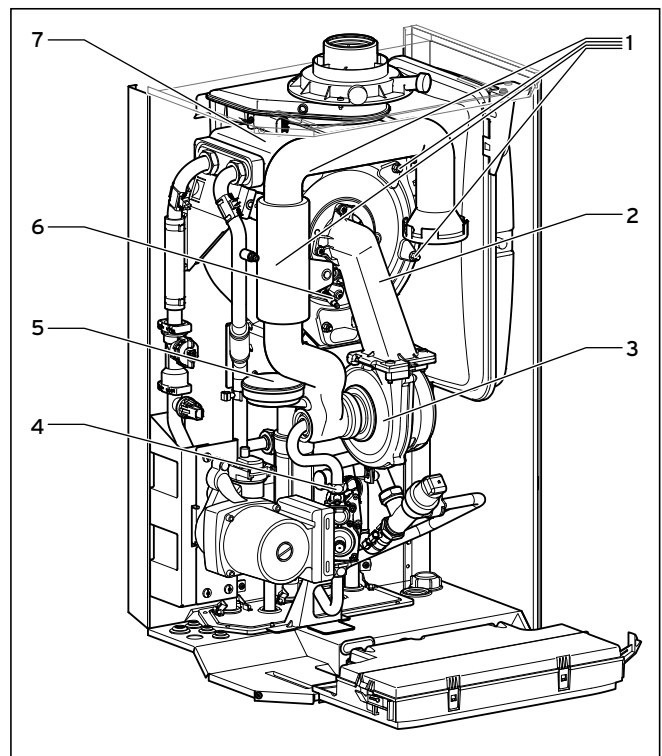

Abb. 8.1 Thermo-Kompaktmodul ausbauen
- Stecken Sie das Thermo-Kompaktmodul (2, Abb. 8.1) auf den Integral-Kondensations-Wärmetauscher (7, Abb. 8.1).
- Ziehen Sie die fünf Muttern (1, Abb. 8.1) über Kreuz fest, bis die Brennertür an den Anschlagflächen gleichmäßig anliegt.
- Schließen Sie die beiden Stecker der Zünd- und Erdleitung an die Zündelektrode (6, Abb. 8.1) an.
- Schließen Sie die Stecker am Gebläse (3, Abb. 8.1) und Luftdrucksensor (5, Abb. 8.1) an.